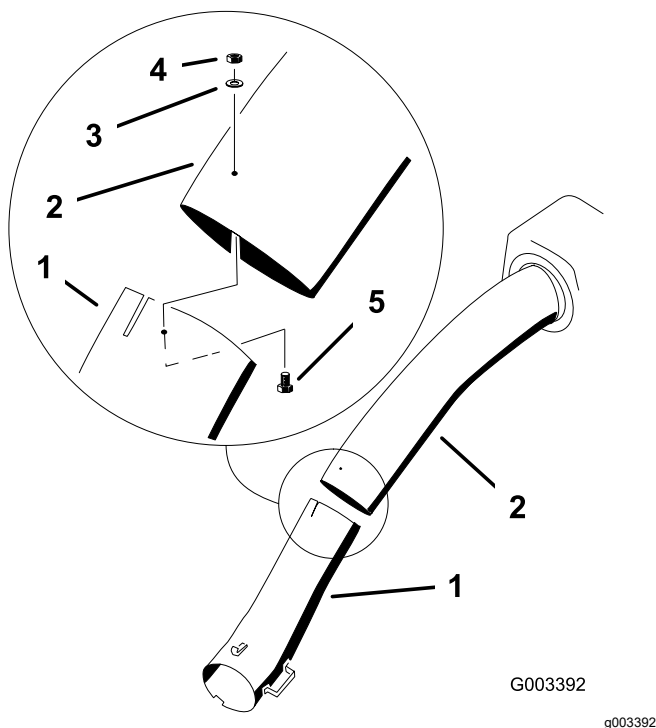

Bild 30
14. Verbinden Sie das obere und untere Rohr mit 3 Schrauben (Nr. 10 x $\frac{3}{4}$ "), 3 Flachscheiben ($\frac{7}{32}$ ") und 3 Sicherungsmuttern (Nr. 10), wie in Bild 30 abgebildet.